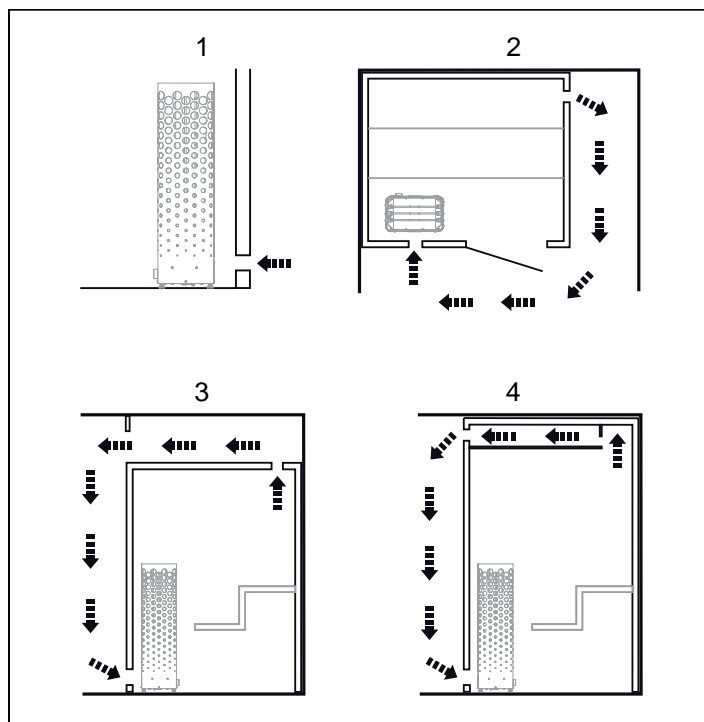

Fig 6: In- och utluftsventilens placering
Placera inluftsventilen rakt genom väggen, mitt bakom nedre delen av aggregatet (se Fig 6).
- med maximalt avstånd till inluftsventilen, t.ex. i diagonal (se Fig 6).
- högt på väggen eller i taket (se Fig 6).